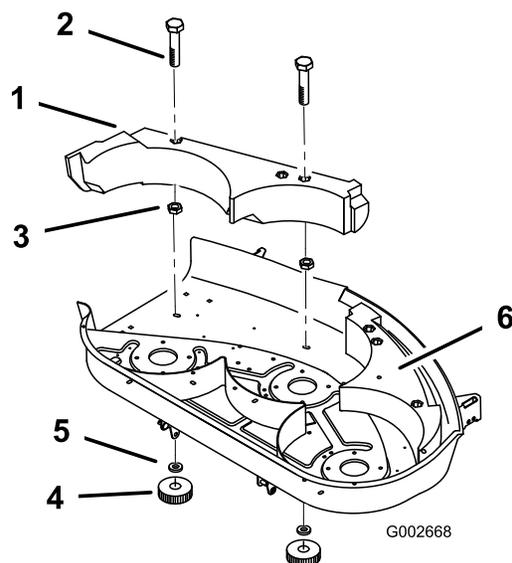

Figura 18
2. Retire los pomos y las arandelas curvas del deflector derecho (Figura 18).
4. Instale el deflector derecho en el cortacésped con los pomos y las arandelas curvas (Figura 18) que retiró en el paso (2).